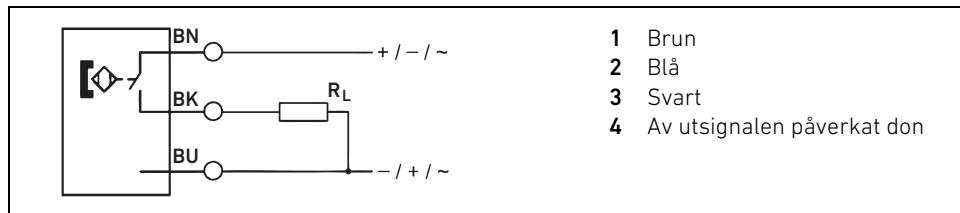

Fig. 8: Inkoppling av sensor
5. Koppla in sensorerna enligt Fig. 8.
3. Placera sensorn i sensorhållaren och koppla in den enligt Fig. 8 på sid 160.